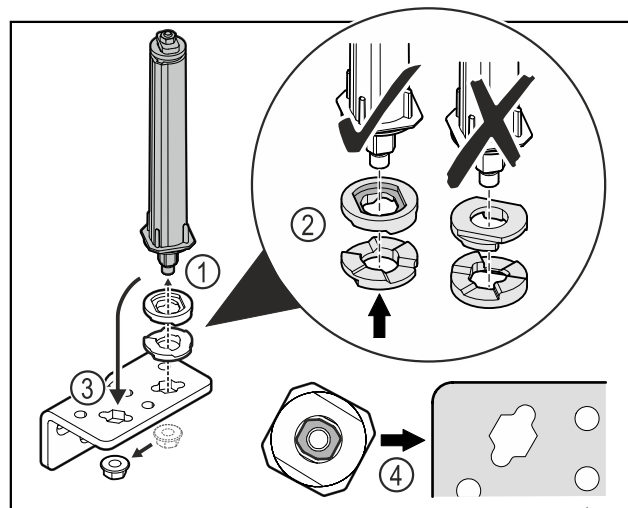

Fig. 41
- ▶ Desserrer l'écrou et retirer le système de fermeture de porte Fig. 41 (1).
- ▶ Veiller à ce que les rondelles de réglage de la hauteur soient correctement orientées Fig. 41 (2).
- ▶ Mettre le système de fermeture de la porte dans l'autre trou de l'équerre de charnière et le fixer avec l'écrou Fig. 41 (3).
- ▶ Lors de la mise en place, veiller à bien orienter le système de fermeture de porte Fig. 41 (4).